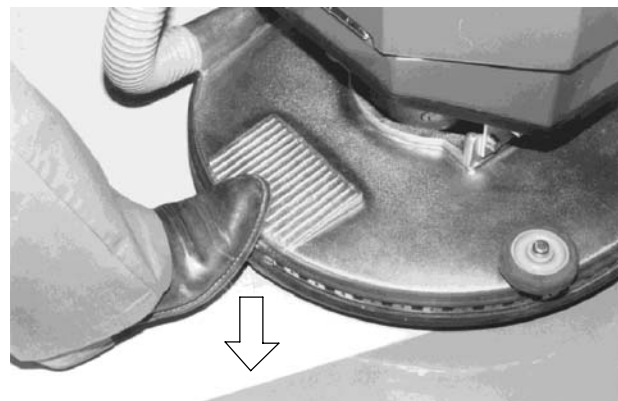

FIG. 5
2. Con los mandos de control sueltos, baje con el pie la parte posterior de la cubierta de la almohadilla hasta que el cabezal se fije en la posición inferior. (Figure 5).
2. Con los mandos de control sueltos, baje con el pie la parte posterior de la cubierta de la almohadilla hasta que el cabezal se fije en la posición inferior (Figure 5).